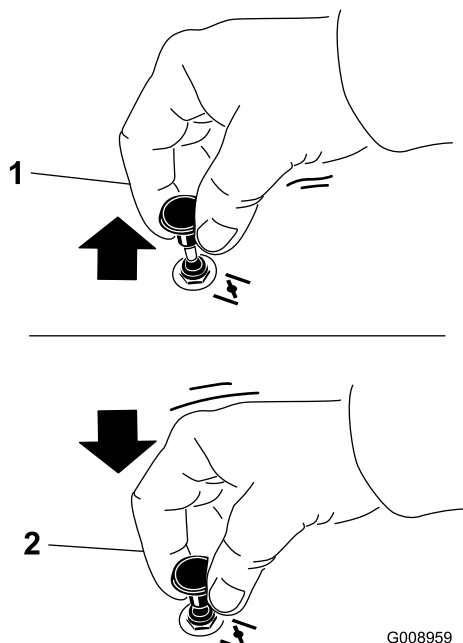

Figura 15
2. Tire hacia arriba del mando para engranar el estárter antes de girar la llave del contacto (Figura 15).
3. Presione hacia abajo el control del estárter para desactivar el estárter después de que el motor arranque (Figura 15).